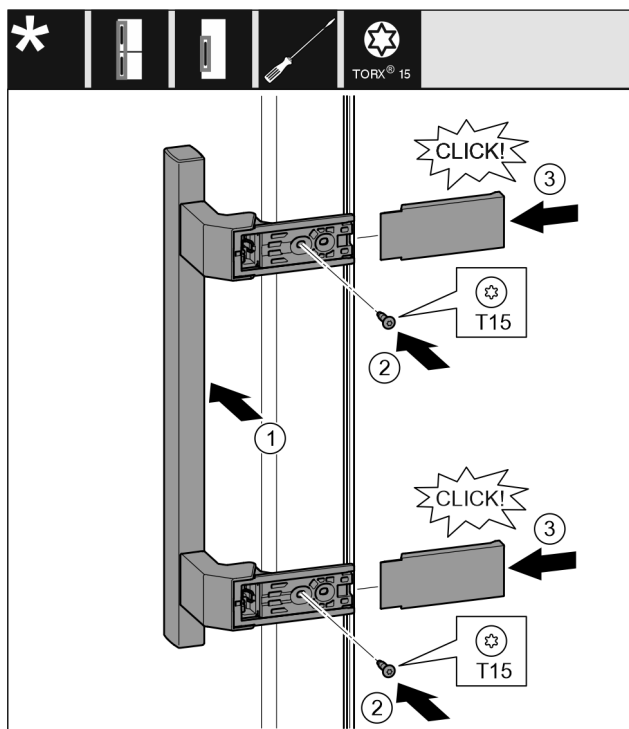

Fig. 21
- ▶ Colocar el tirador en el otro lado. Fig. 21 (1)
- ▶ Apretar los tornillos con el destornillador T15. Fig. 21 (2)
- ▶ Colocar y desplazar lateralmente las cubiertas. Fig. 21 (3)